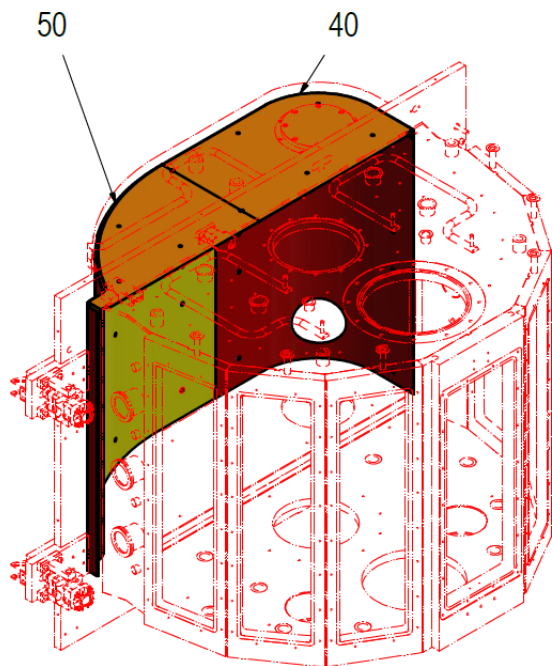

Abb. 7-16
- 7** Entfernen Sie die Tür-Schutzbleche 40 und 50. Siehe Abb. 7-16,  194.
13 Montieren Sie die Tür-Schutzbleche 40 und 50. Siehe Abb. 7-16,  194.